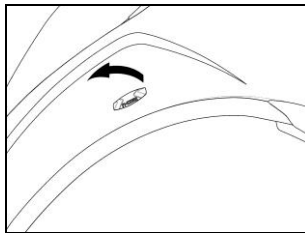

Abb. 2
- Entfernen Sie den am linken Bereich des Helms angebrachten N-Com Deckel. Sie erleichtern diesen Vorgang, indem von der Innenseite des Helms gegen den Deckel drücken (Abb. 2).